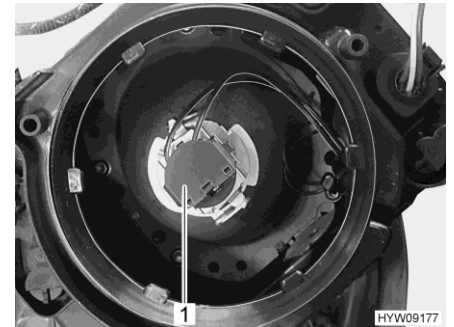

Bild 236 Glödlampa (halvljus/helljus)
- Vrid hållaren (Bild 236,1) med lampan moturs och ta den ur lamphuset.
- Sätt in hållaren (Bild 236,1) med glödlampa i lamphuset och vrid medurs för så att den sitter fast. Hållaren hakar hörbart i läge.